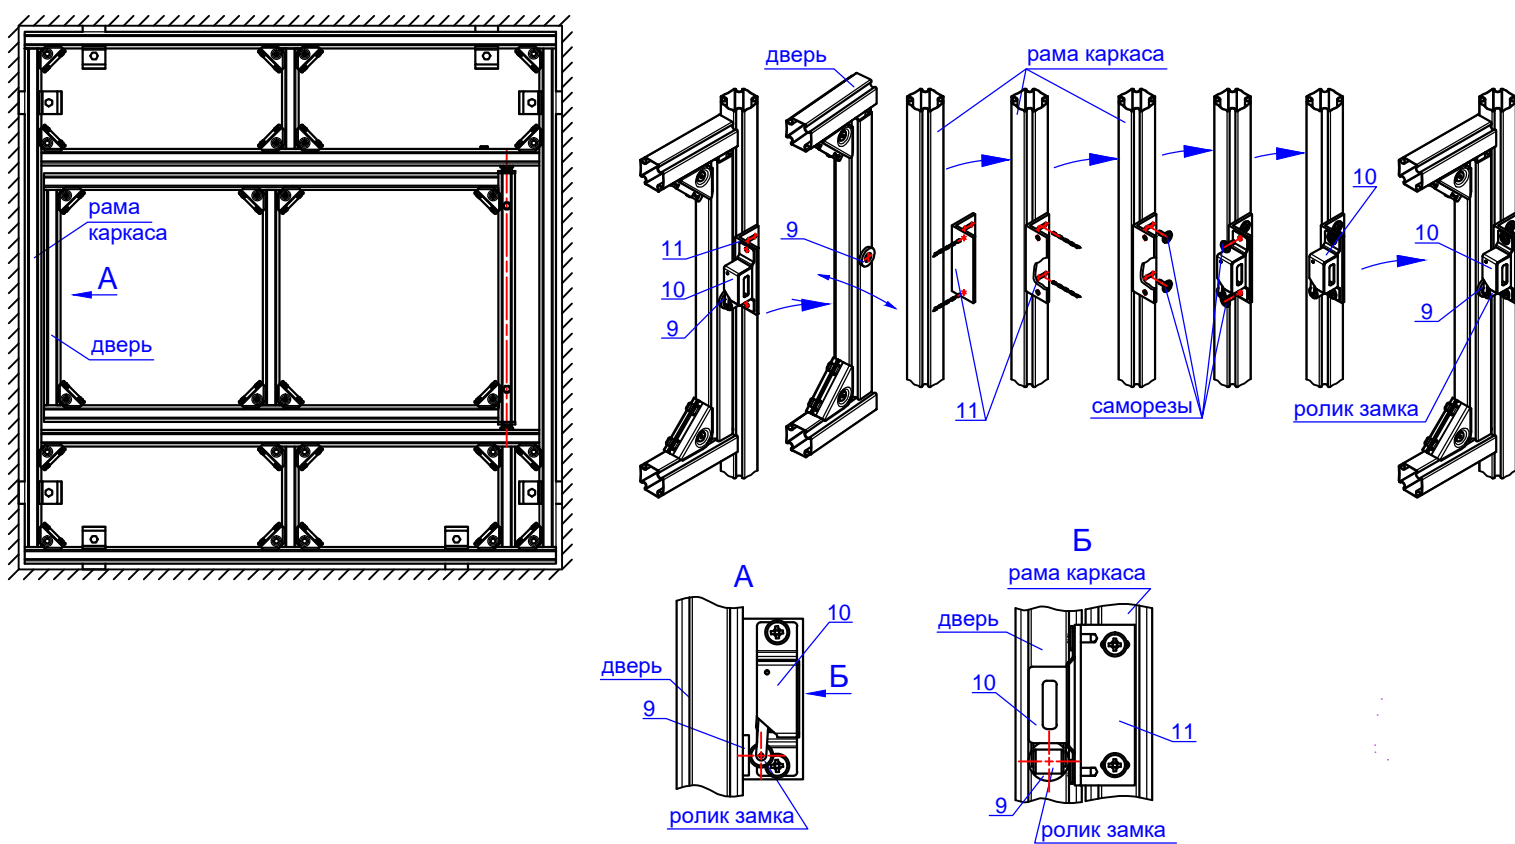

Рисунок 9
Нажимной магнитный замок (рисунок 9 поз.10) крепится с помощью кронштейна (рисунок 9 поз.11) на обратной стороне вертикальной стойки рамы каркаса люка.
- Магнитный замок с кронштейном примеряются таким образом, чтобы ролик магнитного замка соприкасался по всей линии с неодимовым магнитом (рисунок 9 поз.9), причем желательно, чтобы линия соприкосновения пересекалась с осью магнитного замка.